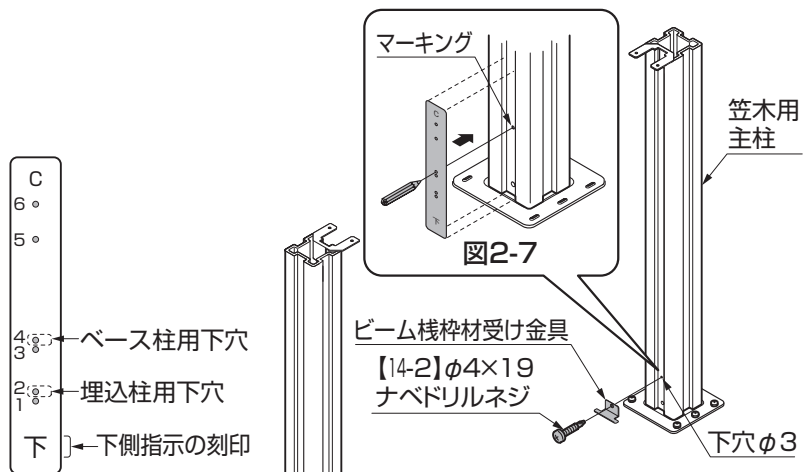

図2-6 ゲージプレートC
- ベース柱には「4」の穴を使用してください。埋込柱には「2」の穴を使用してください。(図2-6参照)
③ビーム栈枠材受け金具を笠木用主柱に【14-2】で取付けてください。